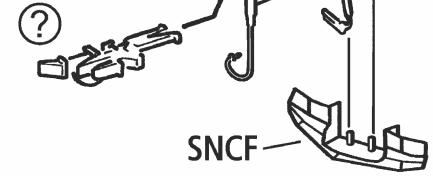
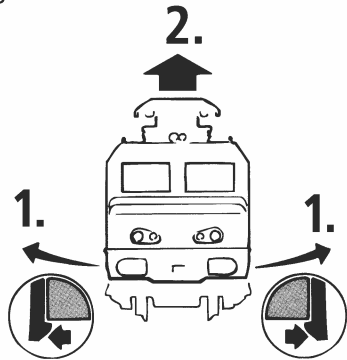

Fig. 3
Fig. 4
1. Reinigung der Radstromkontakte: Radstromkontakte können auf unsauberer Schienen leicht verschmutzen. Bitte **entfernen Sie vorsichtig** mit einem kleinen Pinsel **den Schmutz** an den in Fig. 6 gekennzeichneten Stellen. Dazu zuerst die Drehgestellblenden abnehmen (Fig. 4).
2. Schmierung: Versehen Sie die im Schmierplan (in Fig. 8) gekennzeichneten Stellen mit nur **kleinen Öltropfen**. Dazu zuerst das Lokgehäuse abnehmen (Fig. 3). Wir empfehlen den **ROCO-Öler** Art. Nr. **10906**. Fürs Schmieren der Getriebeteile (Zahnräder, Schnecke - Fig. 4 u. 7) empfehlen wir das **ROCO-Spezialfett 10905**. Im Falle der Schmierung diese Teile bitte nicht ölen.
3. Haftreifenwechsel: Zuerst die Drehgestellblenden abnehmen (Fig. 4). Danach den **Radsatz** herausnehmen und den **Haftreifen** mit einer Nadel oder mit einem feinen Schraubendreher abziehen (Fig. 7). Beim Aufziehen des neuen Haftreifens bitte darauf achten, dass dieser sich **nicht verdreht**.
4. Kohlebürstenwechsel: Lokgehäuse abnehmen (Fig. 3). Danach wird der **Motor ausgebaut** und die **Kohlebürsten ausgewechselt** (Fig. 9)
Les lames de contact risquent de s'encrasser rapidement sur des voies poussiéreuses. Veuillez **enlever la poussière** aux endroits marqués à la fig. 6 à l'aide d'un petit pinceau souple après avoir démonté le couvercle du carter des engrenages (fig. 4).
2. Graissage: N'appliquez **qu'une toute petite goutte** aux endroits indiqués par le plan de graissage (fig. 8) après avoir démonté la caisse de la locomotive (fig. 3). Nous vous recommandons le **graisseur à huile ROCO réf. 10906**. Pour graisser les engrenages (roues dentées, vis sans fin - fig. 4 et 7) nous vous conseillons la **graisse spéciale Roco ref. 10905** pour engrenages en matières synthétiques. Lorsque vous utilisez cette graisse il faut éviter d'huiler ces composants.
3. Échange des bandages d'adhérence: Démontez d'abord le **couvercle du carter** des engrenages (fig. 4). Délogez ensuite les essieux bandagés et enlevez, à l'aide d'une aiguille ou d'un tourne-vis fin les bandages d'adhérence (fig. 7). Lors du montage des nouveaux bandages veuillez veiller à ce que les bandages **ne soient pas tortus**.
4. Remplacement des balais du moteur: Démontez la caisse (voir fig. 3). Démontez ensuite le moteur et échangez les balais (fig. 9).
Verwijder de dekplaat (Fig. 4) en verwijder met een penseel het vuil van de in Fig. 6 aangegeven plaatsen.
2. Het smeren: Op de aangegeven punten slechts een enkel oliedruppeltje (Fig. 8). Daartoe wel eerst het lochuis verwijderen (Fig. 3). Wij adviseren Roco-smeerolie art. 10906. Voor het smeren van de aandrijving (tandwielen, wormwielen, etc. Fig. 4 u. 7) adviseren wij Roco-smeervet art. 10905. Let op. Geen olie gebruiken waar smeervet zit.
3. Vervangen van antislipbandjes: Verwijder de dekplaat (Fig. 4) en til het wielstel eruit. Met een naald of kleine schroevendraaier kunt u de band verwijderen (Fig. 7). Bij het omleggen van een nieuwe band dient u erop te letten dat deze niet is verdraaid.
4. Het vervangen van de koolborstels: Loc-kap verwijderen (Fig. 3). Daarna tilt u de motor eruit en kunt u de borstels vervangen (Fig. 9).